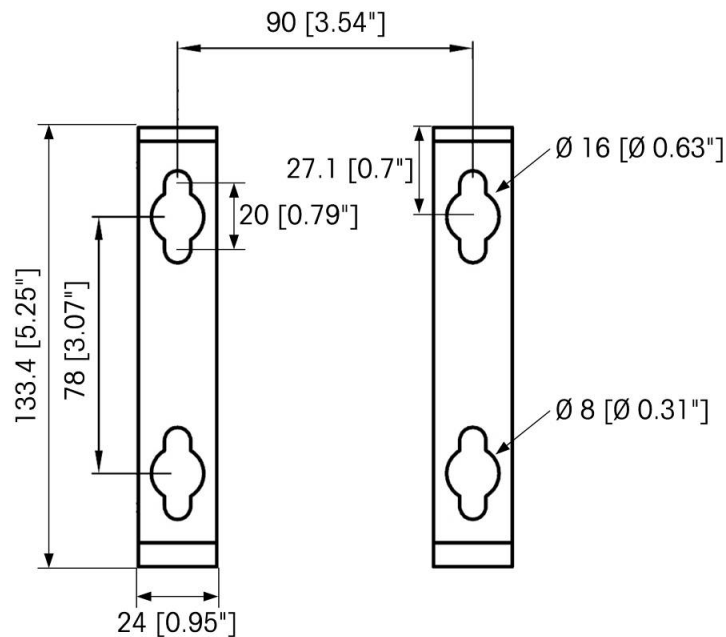

Figura A-14: Disposición de los orificios para los soportes de montaje
2. Marque la posición de los orificios de montaje del soporte en la superficie donde se montará el terminal de acuerdo con las dimensiones mostradas en la Figura A-14, o sosteniendo el terminal sobre la superficie y marcando a través de los orificios.